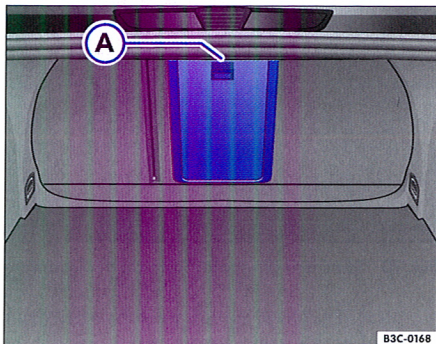

Fig. 73 În portbagaj: Tastă de deblocare cu marcaj Ⓐ
- Rabatați capacul dispozitivului în spate, până se fixează. Marcajul roșu de pe portbagaj ⇒ fig. 73 Ⓐ nu trebuie să se mai vadă.
- Spațiul de încărcare poate fi deschis și din portbagaj. Apăsăți tasta de deblocare ⇒ fig. 73 Ⓐ în jos și apoi apăsați capacul în față.